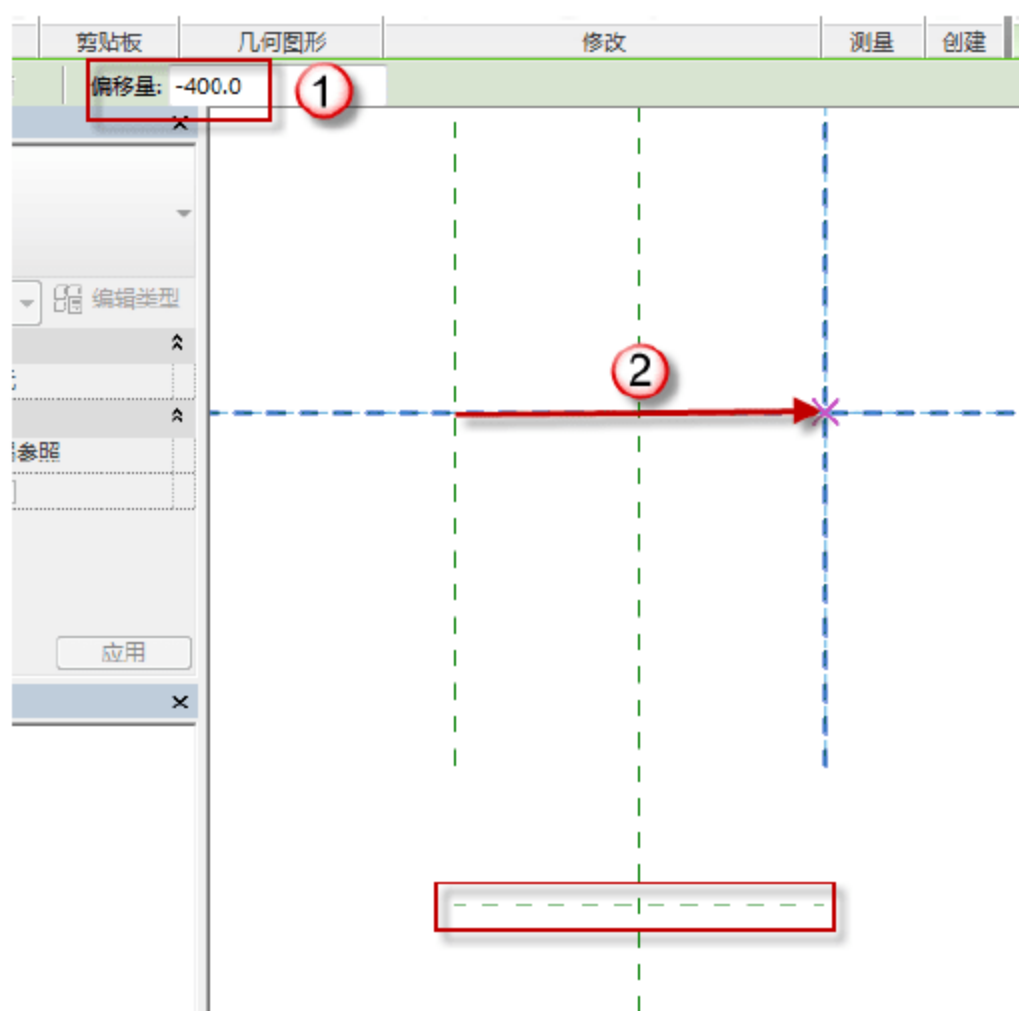

图 12.2.4 绘制辅助线
(4) 绘制辅助线。按快捷键 R+P，在“偏移量”后输入“-400”字样，然后绘制辅助线，如图 12.2.4 所示。